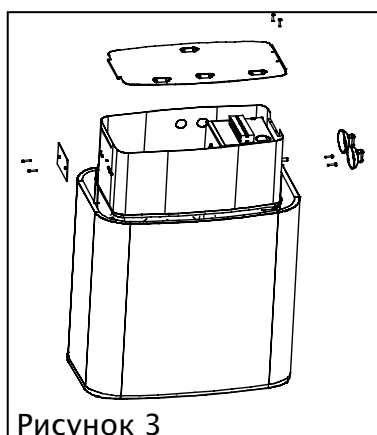

Рисунок 3
- Открутите винты защитной пластины с противоположной стороны каменки, куда будут переставлены термостат и таймер (См. рисунок 3).